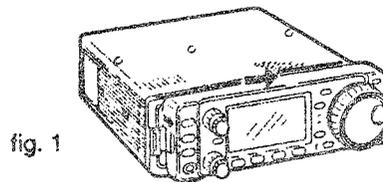

fig. 1
1. Separare il pannello frontale facendo scattare l'apposita ritenuta quindi farlo scorrere verso destra (Fig. 1).